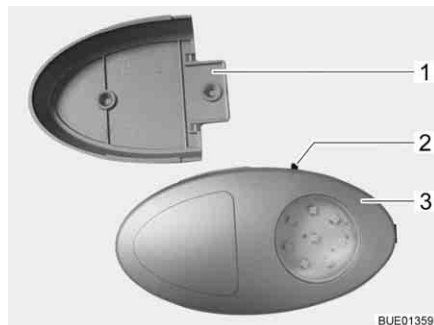

Fig. 61 Luce armadio guardaroba
- ▷ È possibile estrarre la luce armadio guardaroba dal supporto a vite (Fig. 61,1) e utilizzarla come torcia elettrica.
L'interruttore di accensione/spegnimento (Fig. 61,2) è montato direttamente sulla luce armadio guardaroba (Fig. 61,3).